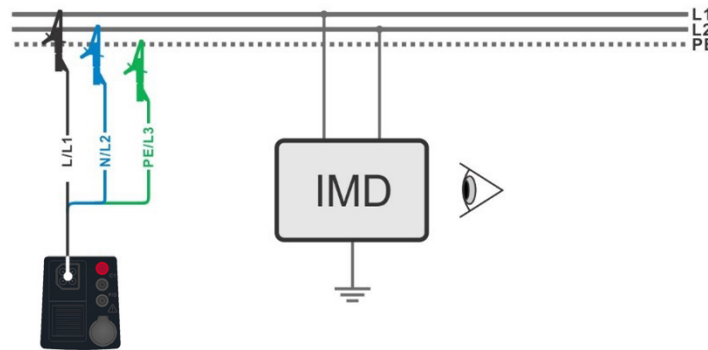
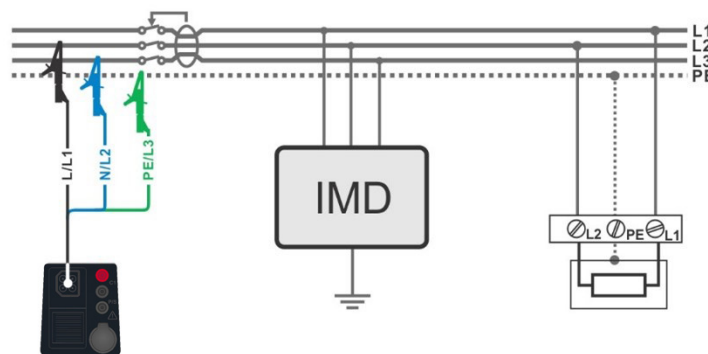

Abbildung 4.63: Messung des maximalen Ableitstroms des ersten Fehlers mit der 3-Leiter-Prüfleitung
Abbildung 4.64: Messung des Ableitstroms des ersten Fehlers im RCD geschützten Stromkreis mit der 3-Leiter-Prüfleitung
- › Schließen Sie den 3-Leiter Prüfadapter am Prüfobjekt an, siehe **Abbildung 4.63** und **Abbildung 4.64**.